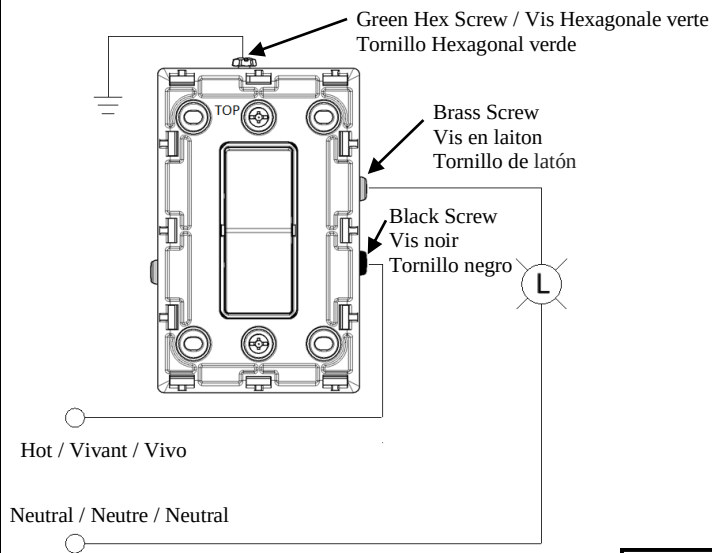
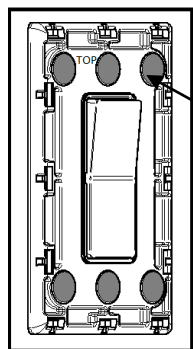

Fig. 2
Fig. 4
- ◆ Pour câbler ce dispositif en vue d'un fonctionnement unipolaire, consulter la Fig. 2
5. Monter le dispositif dans la boîte, la mention "TOP" se trouvant dans le haut selon l'illustration (Fig. 2).
- ◆ Pour le montage dans une boîte simple, fixer le dispositif avec les (2) vis centrales, serrer à un couple de 0,23-0,45 N•m [2-4 lb•po] puis passer à l'étape 6.
- ◆ Pour le montage dans une boîte FS ou FD à l'épreuve des intempéries, fixer le dispositif avec les (2) vis centrales et les (4) vis n° 6 dans les coins puis serrer à un couple de 0,23-0,45 N•m [2-4 lb•po].
- ◆ To wire this device as single pole operation, see Fig. 2
- 5. Mount the device to the box, "TOP" marking on the device shall face up as indicated (Fig. 2).
- ◆ For mounting to a single gang box, secure the device with (2) Center screws, torque 2-4 lb•in [0.23-0.45 N•m], go to step 6.
- ◆ For mounting to a FS or FD weatherproof box, secure the device with (2) center screws and the additional provided (4) #6 screws on the Corners, torque 2-4 lb•in [0.23-0.45 N•m].
- 6. Install the provided Seal Plug "B" to cover the screw heads. (Fig. 4).
- 6. Monter les bouchons d'étanchéité "B" fournis par-dessus les têtes de vis. (Fig. 4).
- ◆ Para cablear el dispositivo como unipolar, ver Fig.2
- 5. Monte el dispositivo en la caja, la marca "TOP" en el dispositivo deberá verse de frente como se indica (Fig. 2).
- ◆ Para montaje en una sola caja, fije el dispositivo con los (2) tornillos de centro, apriete a 2-4 lb•in [0.23-0.45 N•m], vaya al paso 6.
- ◆ Para el montaje en una caja FS o FD, resistente a la intemperie. Fije el dispositivo con los tornillos de centro (2) y los (4) tornillos #6 adicionales en las esquinas, apriete a 2-4 lb•in de torsión [0.23-0.45 N•m]
- 6. Instalar el sello provisto "B" para cubrir las cabezas de los tornillos (Fig. 4).